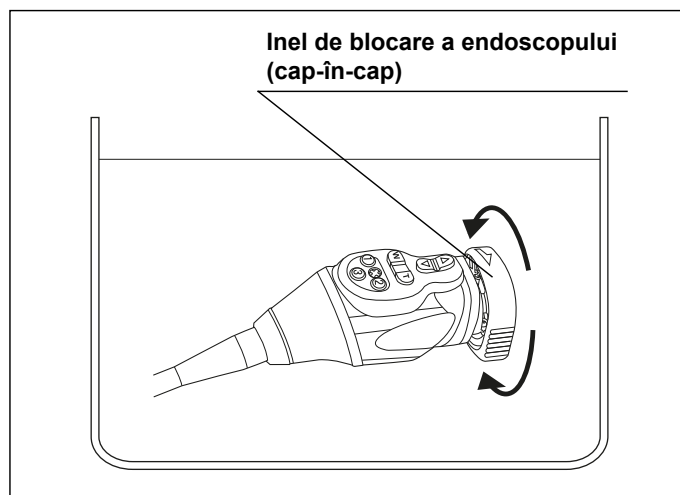

Figura 5.4
- 2** Mișcați inelul de blocare a endoscopului al capului de cameră de la un capăt la celălalt cel puțin de 3 ori în timp ce este scufundat în soluție de detergent. (Vezi figura 5.4)
- 4** Mișcați inelul de blocare a endoscopului al capului de cameră de la un capăt la celălalt cel puțin de 3 ori în timp ce este scufundat în apă. (Vezi figura 5.4)
- 2** Mișcați inelul de blocare a endoscopului al capului de cameră de la un capăt la celălalt cel puțin de 3 ori în timp ce este scufundat în soluție de dezinfectant. (Vezi figura 5.4)
- 4 Mișcați inelul de blocare a endoscopului al capului de cameră de la un capăt la celălalt cel puțin de 3 ori în timp ce este scufundat în apă de clătire. (Vezi figura 5.4)